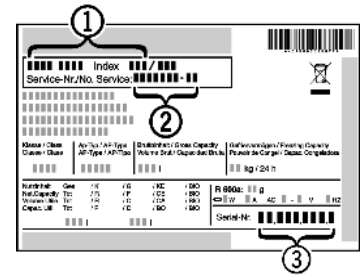

Fig. 11
- ▶ Gerätebezeichnung *Fig. 11 (1)*, Service-Nr. *Fig. 11 (2)* und Serial-Nr. *Fig. 11 (3)* vom Typenschild ablesen. Das Typenschild befindet sich an der linken Geräteinnenseite.
- ▶ Den Kundendienst benachrichtigen und den Fehler, Gerätebezeichnung *Fig. 11 (1)*, Service-Nr. *Fig. 11 (2)* und Serial-Nr. *Fig. 11 (3)* mitteilen.